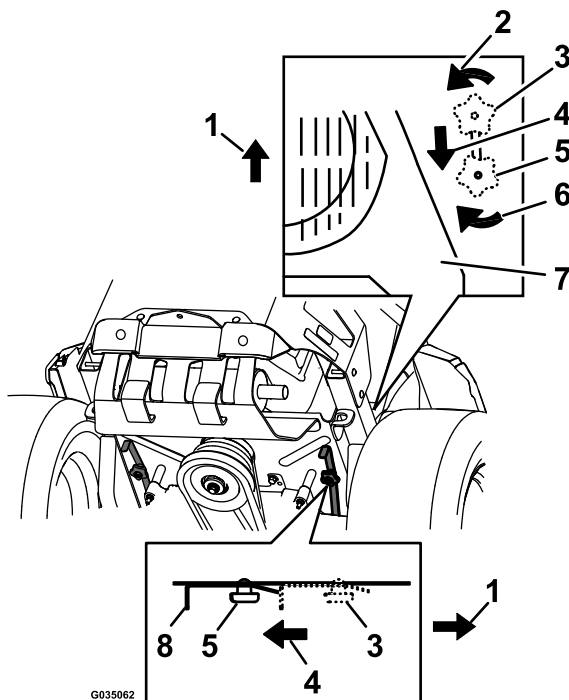

Figure 39
4. Pour pousser la machine, déplacez les deux boutons de dérivation en arrière et bloquez-les en place (Figure 39).
6. Pour faire fonctionner la machine, amenez les boutons de dérivation en position AVANT et verrouillez-les en place (Figure 39).